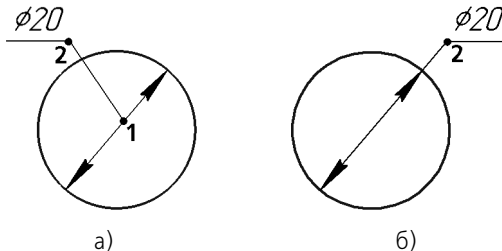

Рис. 39.2. Диаметральные размеры с надписью, размещенной на полке:
Если выбрано размещение размерной надписи на полке, надпись может быть расположена, как показано на рис. 39.2.
- Чтобы расположить размерную надпись, как показано на рис. 39.2, а, задайте точку **т1**, определяющую начало линии-выноски, и точку **т2** начала полки. Точка **т1** должна лежать внутри окружности.
- Чтобы расположить размерную надпись, как показано на рис. 39.2, б, задайте только точку **т2** начала полки. Заданная точка должна лежать вне окружности.